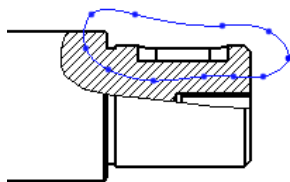

图 3.8.40 放大图的轮廓线
Step4. 绘制放大视图的轮廓线。在系统 草绘样条，不相交其它样条，来定义一轮廓线 的提示下，绘制图 3.8.40 所示的样条线以定义放大视图的轮廓，当绘制到封闭时，单击中键结束绘制（在绘制边界线前，不要选择样条线的绘制命令，而是直接单击进行绘制）。